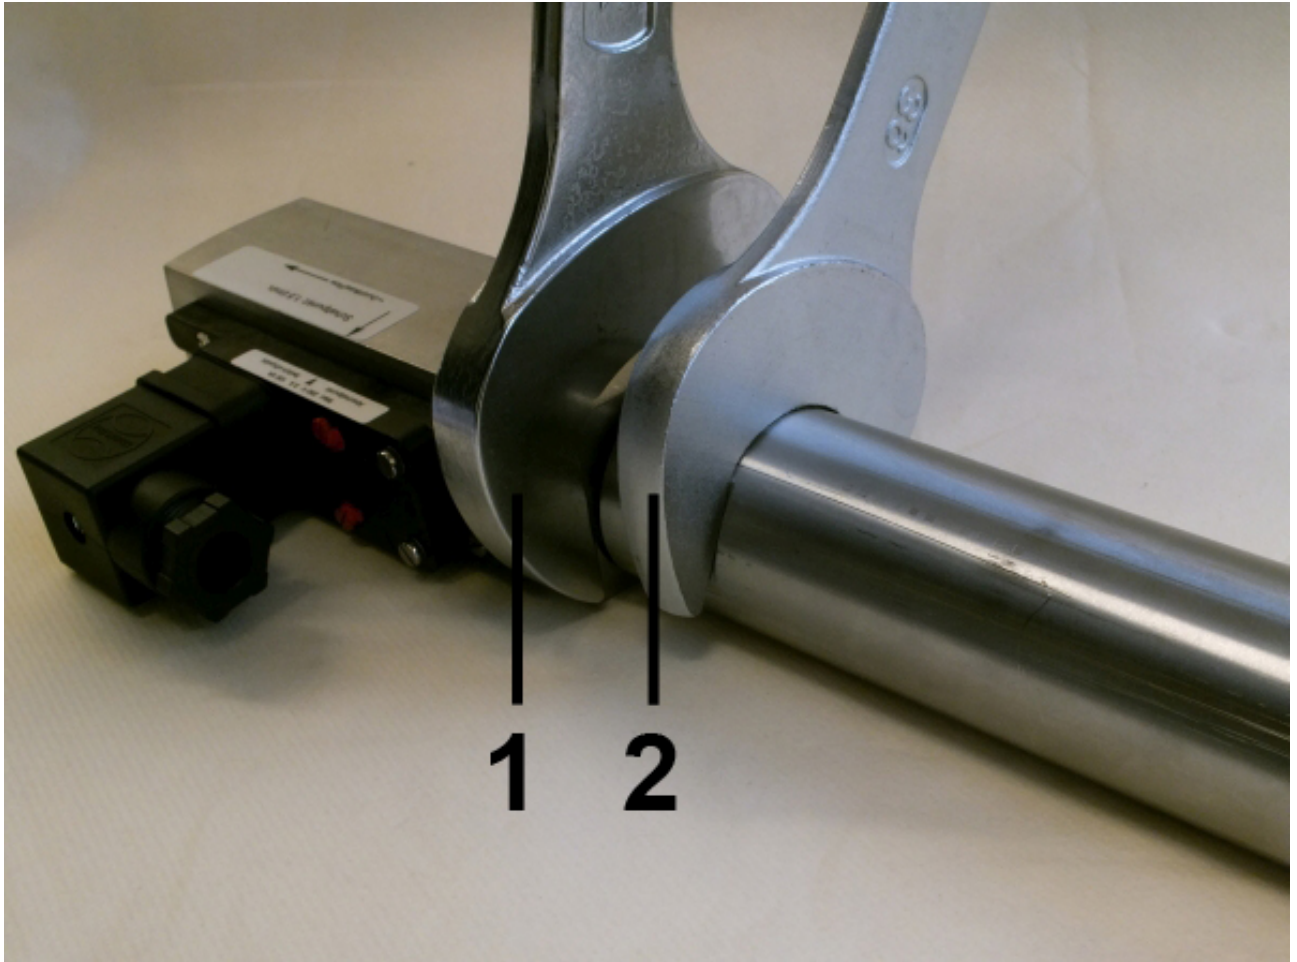

Abb. 12: Gerät einschrauben
3. ➤ Übergangsverschraubung (Abb. 12/2) unter Gegenhalten des Gerätekörpers (Abb. 12/1) weiter eindrehen, bis die Verbindung dicht ist